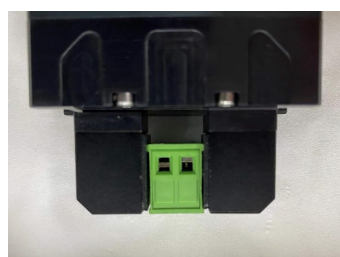

图2.6 错误初始化示例
1.0xA5指令初始化过程中是在寻找最大和最小位置,如果在此过程中最大或最小位置被阻挡,会识别错误的行程,如图2.6的0位置就会识别为夹持物体的宽度。